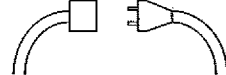

Fig. 1
1. Branchez la fiche du cordon électrique sur la rallonge (Fig. 1).
3. Débranchez la fiche du cordon électrique de la rallonge (Fig. 1).